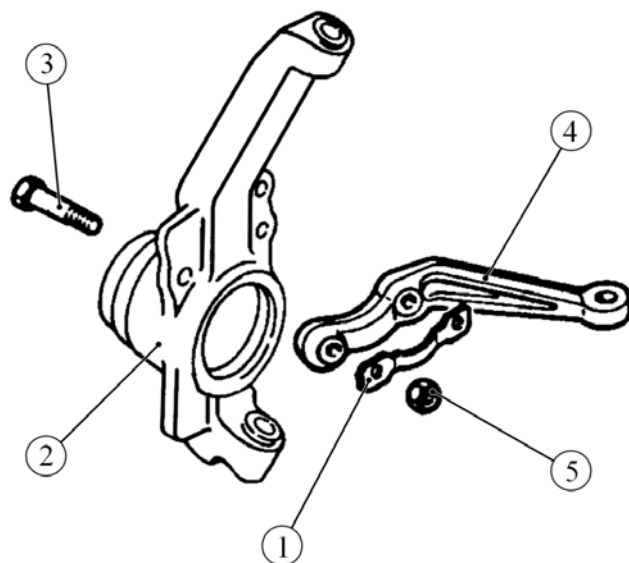

Рисунок 5 – Детали поворотного кулака:
3.4 Отогнуть кромки стопорной пластины 1, рисунок 5, отвернуть две гайки 5, снять стопорную пластину, извлечь болты 3 и снять рычаг 4 поворотного кулака 2 (головка сменная 19, вороток, отвертка плоская, бородок, молоток).
4.6 Установить два болта 3, рисунок 5, рычаг 4, стопорную пластину 1 и завернуть две гайки 5. Момент затяжки гаек от 68 до 82 Н.м (от 6,8 до 8,2 кгс.м) (головка сменная 19, вороток, ключ моментный).